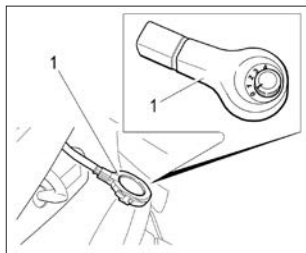

Рис. 34. Датчик дождя и освещенности
Система очистки работает только при включенном зажигании. Для включения системы очистки необходимо переключатель чувствительности датчика дождя **1** (см. рис. 34), расположенный за зеркалом заднего вида в накладке датчика перевести из положения **0** в любое другое положение от **1** до **4\***, а рычаг переключателя стеклоочистителей перевести в положение **III** (прерывистый режим работы). При этом щетки очистителя делают один ход, после чего будут включаться или выключаться в зависимости от количества капель дождя, попадающих на ветровое стекло.
*В варианном исполнении* автомобиля оснащаются совмещенным датчиком дождя и освещенности, который расположен на ветровом стекле за зеркалом заднего вида (рис. 34).